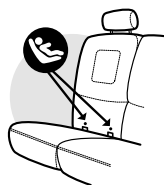

Figura 5
- Si los sujetadores inferiores LATCH no se ven con facilidad, se pueden encontrar mediante el símbolo que se encuentra cerca del pliegue que está entre el respaldo y el cojín del asiento del vehículo, tal como se ilustra en la **figura 5**.